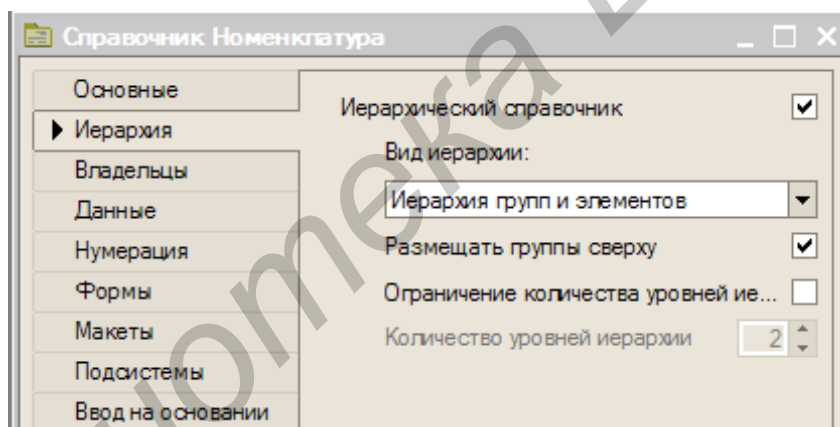

Рис. 4.12. Изменение иерархии справочника
1. Создайте новый объект конфигурации Справочник и назовите его «Номенклатура». Перейдите на закладку «Иерархия» и установите флаг «Иерархический справочник» (рис. 4.12). Задайте длину наименования справочника равной 100 символам. Запустите 1С:Предприятие в режиме отладки и заполните справочник «Номенклатура».